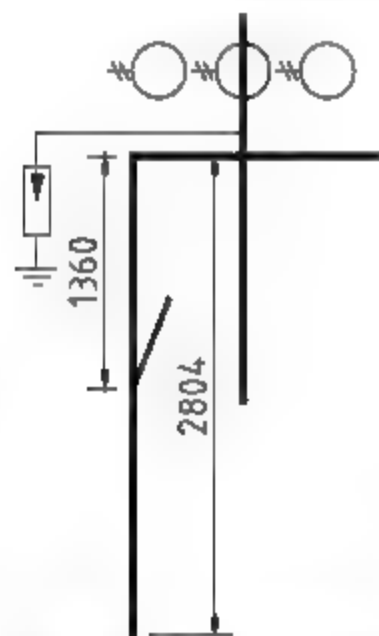

图9-101 绘制线路
**13** 调用L【直线】命令，结合【临时点捕捉】和【对象捕捉】功能，绘制图形，尺寸如图9-101所示。